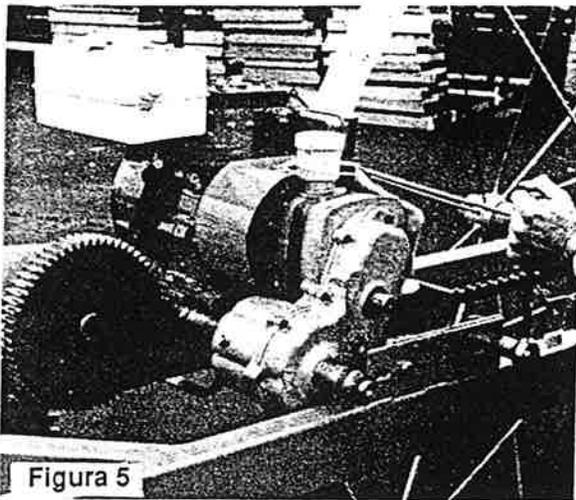

Figura 5
B. Atornille el motor a la armazón usando 4 tornillos solamente de 1/2" x 1-1/2". Ver figura 5.